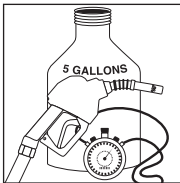

Figure 22
- Stopwatch; approved 5-gallon grounded, vented, metal test container; and megohmmeter. (See Figure 22)
- Cronometro; envase de prueba metálico ventilado, con descarga a tierra, aprobado y con capacidad para 5 galones; y megóhmetro. (Vea la ilustración 22)
(Ilustración 22)